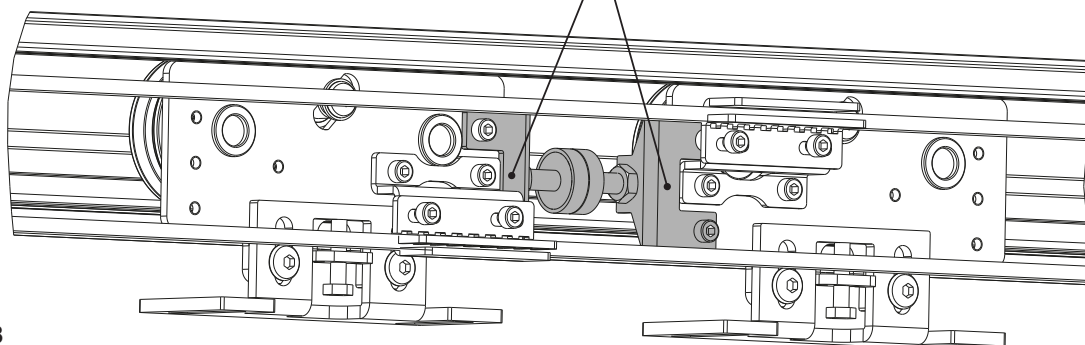

Abb. 18
- 1) Auf den beweglichen Wagen die entsprechenden Stopper des geschlossenen Flügels befestigen, wie in Abb. 18 angezeigt ist.